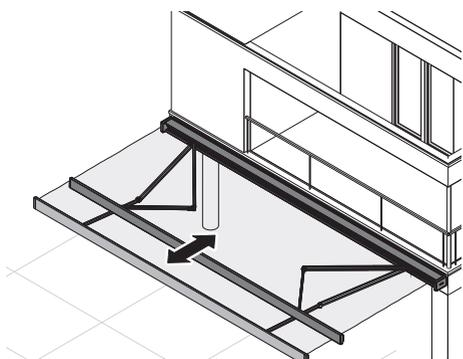

Fig. 19 : Déplacer la toile
2. Accrocher la manivelle dans l'œillet du réglage d'inclinaison (Fig. 19).